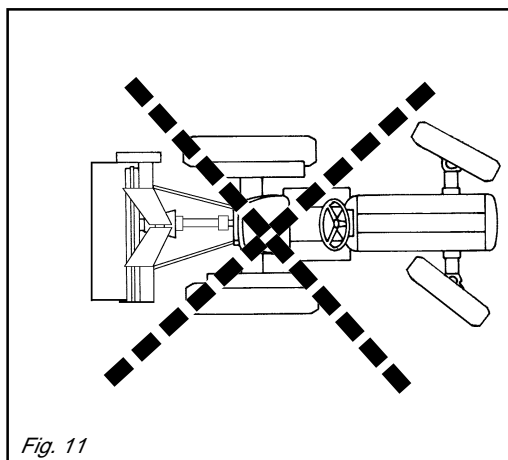
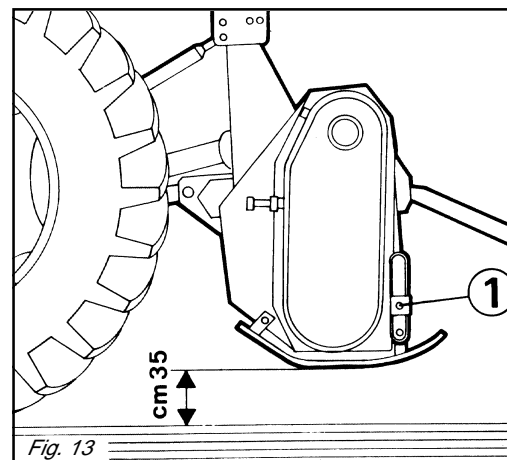

Fig. 11
Fig. 13
macchina interrata, ne tantomeno lavorare in retromarcia (Fig. 11, 12). Sollevarla sempre per i cambiamenti di direzione e le inversioni di marcia. Durante il trasporto, od ogni qualvolta si renda necessario il sollevamento della zappatrice, è opportuno che il gruppo di sollevamento del trattore venga regolato in modo che la zappatrice stessa non sia sollevata da terra per più di 35 cm circa (Fig. 13).
**Zappatrici con slitte:** per regolare la profondità nelle zappatrici con slitte, è necessario allentare la vite di registro (1 Fig. 13), alzare o abbassare la slitta nella posizione desiderata, riavvitare poi la vite di registro. Questa operazione va effettuata su tutte e due le slitte e varia a seconda del terreno.
*is soil working. Never work in reverse (Fig. 11, 12). Always raise the implement in order to reverse or change direction. During transport, or whenever the implement must be raised, it is advisable to adjust the lift unit of the tractor so that the implement itself is not raised more than about 35 cm from the ground (Fig. 13).*
**Machine with skids:** *to adjust working depth on this type of machine you must loosen the adjustment screw (1 Fig. 13) and raise or lower the skid the desired amount. Then retighten the screw. Both skids should be subjected to this operation which will vary according to the type of soil.*
arbeitet, keine Kurven fahren und auch nicht rückwärts fahren (Abb. 11, 12). Das Gerät zum Ändern der Richtung und zum Wenden immer ausheben. Während des Transportes, jedesmal wenn das Ausheben des Gerätes erforderlich wird, sollte der Kraftheber des Schleppers immer so eingestellt werden, daß das Gerät nicht mehr als circa 35 cm Abstand vom Boden aufweist (Abb. 13).
**Maschine mit Schlitten:** um die Arbreitstiefe der Maschine mit Schlitten zu bestimmen, ist es notwendig die Stellschraube zu lockern (1 Abb. 13), den Schlitten im gewünschten Maße zu heben oder zu senken, und die Stellschraube wieder anzuziehen. Dieser Vorgang ist auf beiden Kufen vorzunehmen und hängt von der Bodenbeschaffenheit ab.
*ou bien en marche arrière. Relevez toujours l'appareil lors des changements de direction et des inversions de marche (Fig. 11, 12). Pendant le déplacement et chaque fois qu'il faut relever la houe, veillez à ce que le groupe de relevage du tracteur soit réglé de manière à la soulever au moins de 35 cm (Fig. 13).*
**Machine avec patins:** *pour régler la profondeur sur les machines avec patins, desserrer la vis de réglage (1 Fig. 13), soulever ou abaisser les patins à la mesure désirée et revisser la vis de réglage. Cette opération doit être effectuée sur les deux patins et varie selon le sol.*
máquina enterrada y no trabajar marcha atrás. Alzarla siempre para cambiar de dirección y para las inversiones de marcha (Fig. 11, 12). Durante el transporte, cada vez que se hace necesario alzar el equipo, es conveniente que el grupo de elevación del tractor se regule en modo tal que el equipo mismo no se alce desde el suelo más de 35 cm aprox. (Fig. 13).
**Máquinas con correderas:** para ajustar la profundidad en las máquinas con correderas, hace falta quitar el perno de registro (1 Fig. 13), subir o bajar las correderas de la misma deseada y volver a introducir el perno en su agujero. Esta operación se efectúa sobre ambas correderas y varía de acuerdo al terreno.